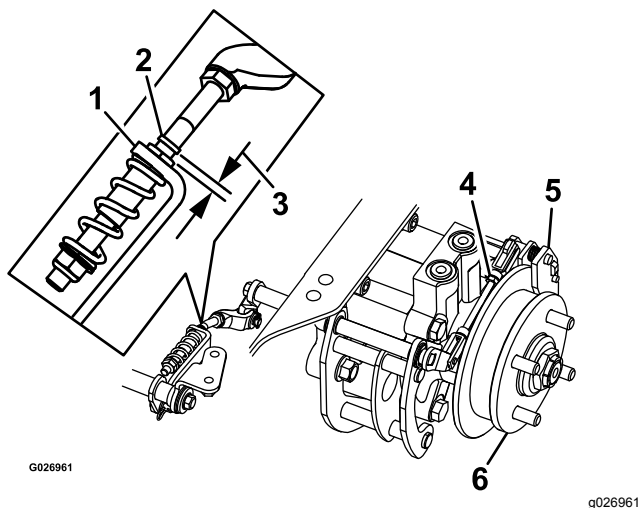

Figura 78
8. Compruebe si hay un espacio visible entre la escuadra y el tope del acoplamiento (Figura 78).